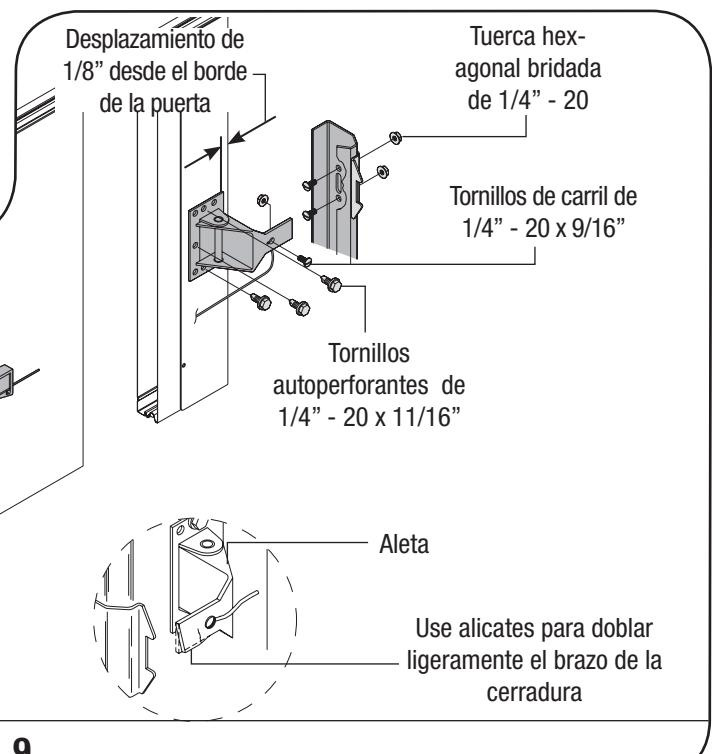

FIG. 9
Ubique las placas de encastre del trabado automático sobre los orificios previamente perforados del carril vertical más cercano al centro de la sección de la cerradura. Sujete las placas de encastre al carril vertical usando (2) tornillos de carril de $1/4"$ - $20 \times 9/16"$ y tuercas hexagonales bridadas. Alinee las aletas del trabado automático de modo tal que el brazo coincida con las placas de encastre. Coloque la aleta del trabado automático de $1/8"$ desde el borde de la sección y asegúrela a la sección con (3) tornillos autopercorantes de $1/4"$ - $20 \times 11/16"$ (las puertas de madera usarán tira fondos de $1/4"$ - $14 \times 1"$). Doble el borde inferior de la aleta de trabado automático alejándolo un poco de la puerta para que el funcionamiento sea más suave (VER FIG. 9).